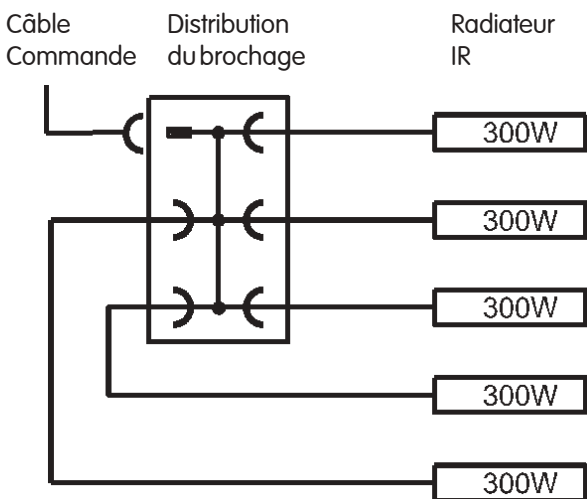

Fig. 9
- Le montage et le raccordement à la commande infra-rouge est à réaliser conformément au schéma de raccordement (Fig. 9).